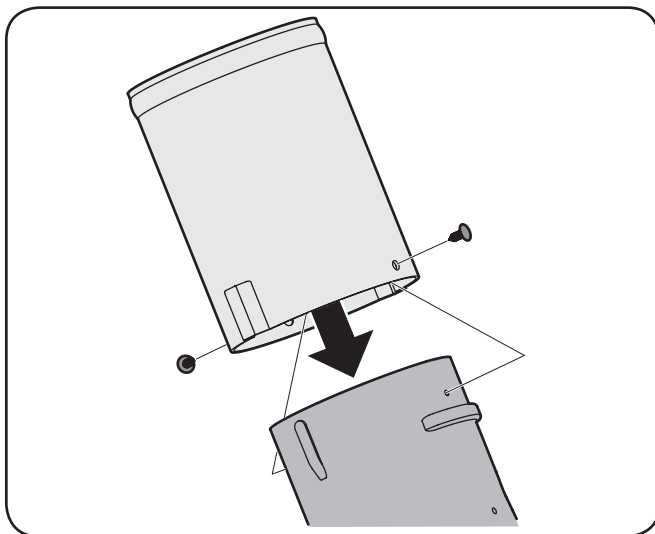

Figure 4-23
13. Installez l'adaptateur de la goulotte de descente sur le coude de la goulotte de descente en alignant les languettes et en glissant l'adaptateur sur le coude de la goulotte de descente, comme illustrée à la Figure 4-23. Fixez l'adaptateur de la goulotte de descente en installant les deux agrafes de cliquet incluses dans le jeu de montage dans les trous fournis.